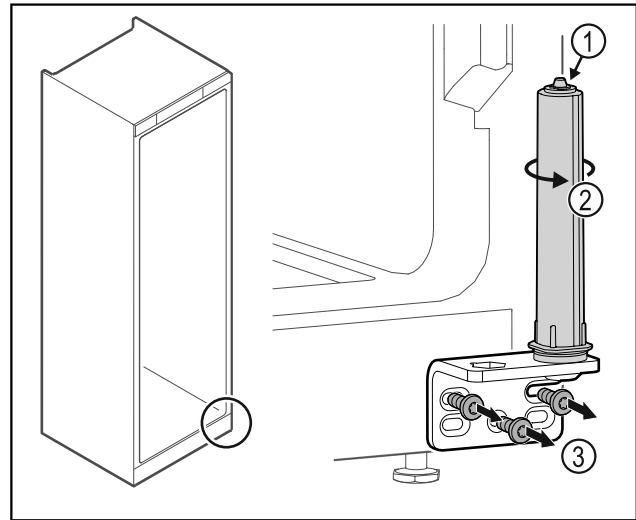

Fig. 36
- Nerozoberajte systém zatvárania dverí Fig. 36 (1).
- Otáčajte systém zatvárania Fig. 36 (2), kým nezacvakne.
- Odskrutkujte uholník závesu Fig. 36 (3).